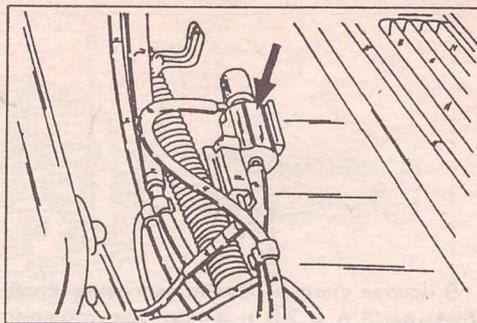

Рис. 147.
- Кислородный датчик (11) (лямбда — зонд) работает совместно с каталитическим преобразователем.
- Выключатель блокировки запуска (12) у автомобилей с автоматической коробкой передач находится вблизи троса управления коробкой передач.
- Выключатель кондиционера (14) находится в салоне на панели управления.
- Электромагнитный клапан давления топлива (17) служит для работы регулятора давления топлива и находится в месте, показанном на рис. 147 у задней панели двигательного отсека.
- Клемма регулировки момента зажигания (1) находится у задней панели двигательного отсека. Однако следует иметь